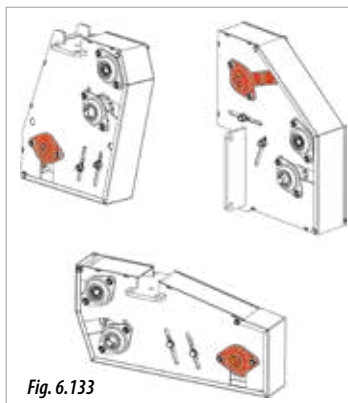
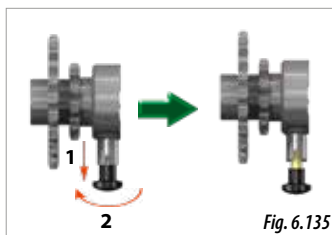
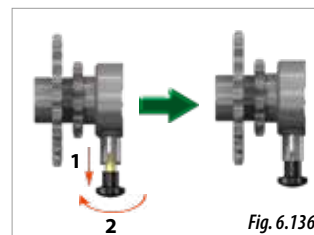

Fig. 6.133
Fig. 6.135
Fig. 6.136
Para desconectar la transmisión de las tolvas de microgranulado, debe actuar sobre la caja de transmisión de las tolvas de microgranulado (véase el apartado 3.1 VISTA GENERAL DE LA MÁQUINA). Existen tres tipos de caja de cambios, todas tienen embrague en uno de los ejes (en rojo, Fig. 6.133).
- 3- En el eje de transmisión donde se halla el embrague (Fig. 6.133), tirar del seguro y girarlo 90° para bloquearlo en la posición de transmisión libre (Fig. 6.135).
- 3- En el eje de transmisión donde se halla el embrague (Fig. 6.133), tirar del seguro y girarlo 90° para bloquearlo en la posición de transmisión (Fig. 6.136).